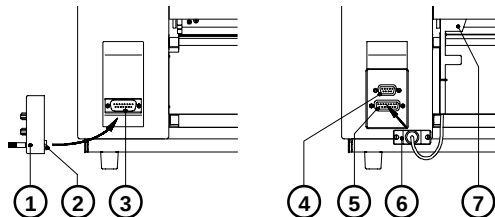

Bild 13 | Installation des Schneid- / Spendeadapters
Bild 13 c Netzmodul Aufwickler
Bild 13 d Aufwickeln direkt auf die Wickelachse
Bild 13 e Vorbereitung zum Aufwickeln auf 75-mm-Papphülse
Bild 13 f Aufwickeln auf 75-mm-Papphülse
7. Führen Sie den Etikettenstreifen vom Drucker über die Umlenkung (7) und die Rolle (11) zur aufgesteckten Papphülse (9).
8. Befestigen Sie den Etikettenstreifen unter Berücksichtigung der gewählten Wickelrichtung mit einem Klebestreifen (evtl. Etikett) an der Papphülse. Die durchgezogene Linie im Bild 13 f gilt für außenliegende Etiketten.
Bild 13 g Montage des Spendesensors
Bild 13 h Einlegen der Etiketten
1. Gehen Sie zunächst nach der Beschreibung des Etiketteneinlegens für den Abreißmodus vor (siehe Abschnitt 6). Führen Sie den Etikettenstreifen dabei so weit zwischen Druckwalze und Druckkopf nach vorn aus dem Gerät heraus, dass der Streifen beim Einlegen des Materials gemäß Bild 13 h bis zum internen Aufwickler reicht.
2. Schieben Sie die Führung (10) so weit wie möglich nach außen.
3. Ziehen Sie den Klemmbügel (11) vom internen Aufwickler (12) ab.
4. Führen Sie den Etikettenstreifen über die Spendecke (9) zum internen Aufwickler (12).
5. Klemmen Sie den Anfang des Etikettenstreifen mit dem Bügel (11) in den Nuten des internen Aufwicklers (12) fest.
7. Schieben Sie die Führung (10) gegen die Außenkante des Etikettenstreifens.
Bild 13 i Anschlüsse des Schneid- / Spendeadapters
Bild 13 k 9-polige Buchse des Schneid- / Spendeadapters
Bild 13 m Schreibschutz, Einsetzen der Batterie
Bild 13 n Installation der Speicherkarte
Bild 13 o Kontaktseite
Bild 13 p Anschluss der externen Tastatur